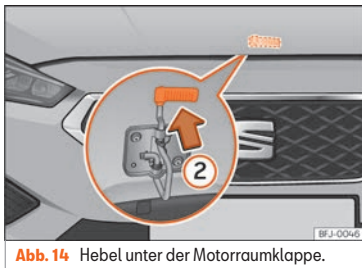

Abb. 14 Hebel unter der Motorraumklappe.
- Zum Anheben der Motorraumklappe drücken Sie die Wippe unterhalb der Motorhaube nach oben »» Abb. 14 (2). Dabei wird der Fanghaken entriegelt.